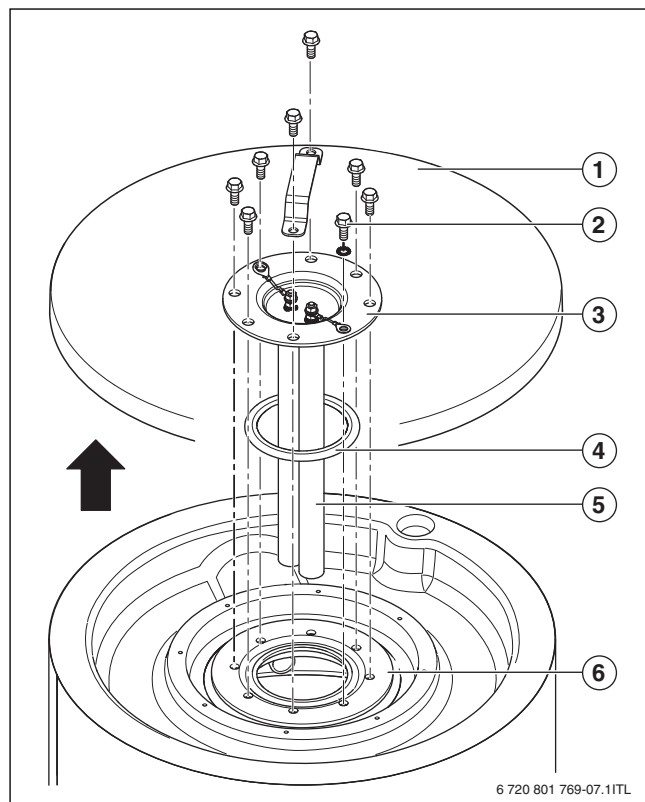
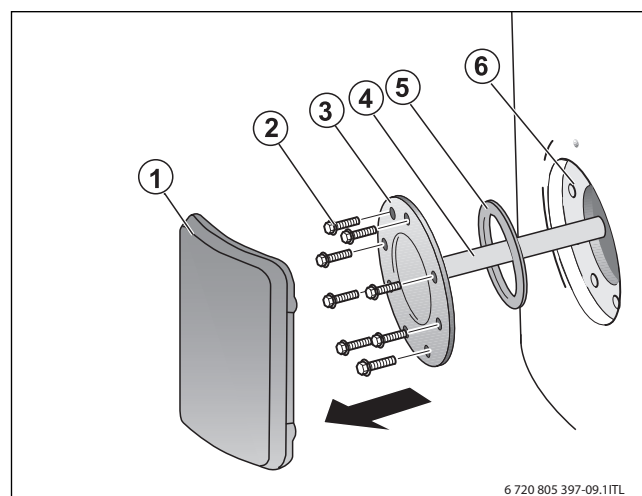

Fig. 17 Desmontar la tapa del registro de acceso manual SU54/5
Fig. 18 Desmontar la tapa del registro de acceso manual SU80/5, SU100/5
- ▶ Retirar la tapa del revestimiento PS (SU54/5) (→ fig. 17, pág. 33, [1]) o el recubrimiento de la tapa del punto de acceso manual (SU80/5, SU100/5) (→ fig. 18, pág. 33, [1]) del acumulador de agua caliente.
- Desmontar la tapa del registro de acceso manual (→ fig. 17, pág. 33) si aún no se ha hecho.